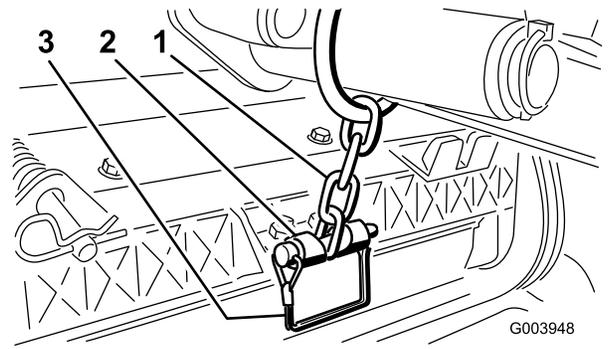

图10
11. 使用锁扣销将提升臂链条固定到链条架（图10）。使用滚刀组操作手册所述的链条节数。